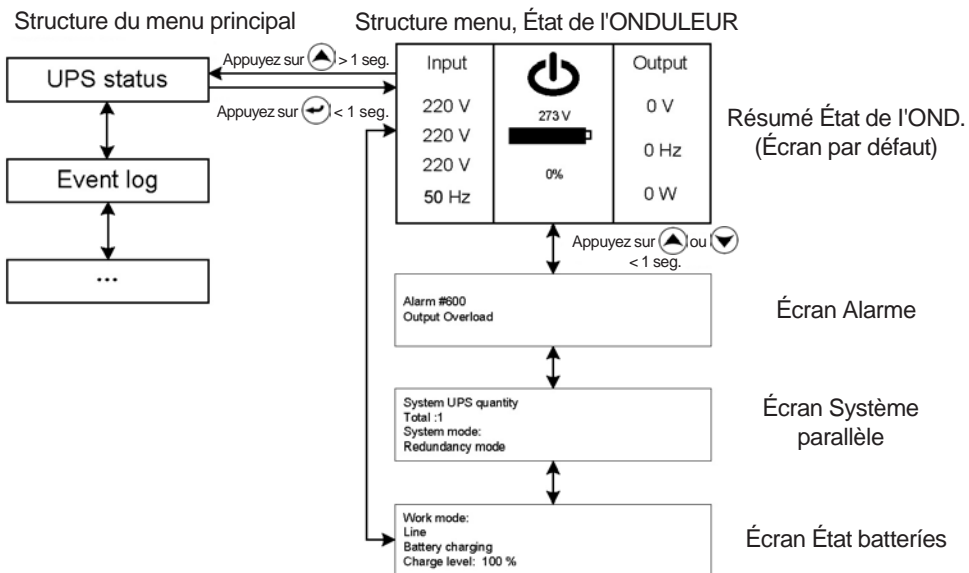

Fig. 31. Écran, État ONDULEUR (UPS status).
- Le contenu du Menu État de l'ONDULEUR est pareil par rapport à celui-là de l'écran principal (voir figure 31).